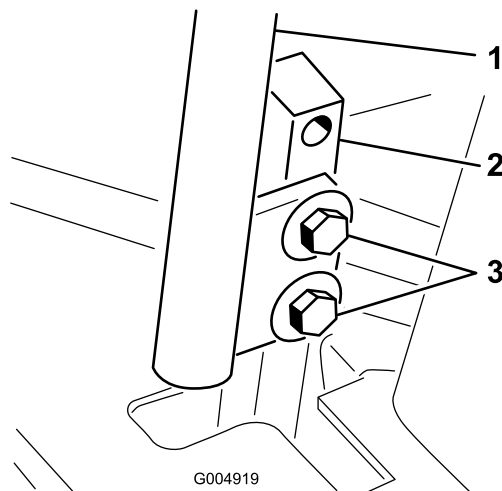

Figura 77
- Afloje los pernos que sujetan las palancas de control (Figura 77).